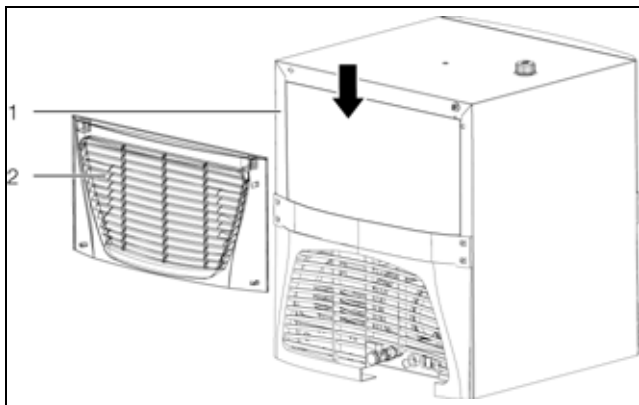

Рис. 49: Установка фильтрующей прокладки (3320.600 и 3334.600)
- Аккуратно снимите верхнюю и нижнюю решетки (рис. 49, поз. 1) с задней стороны корпуса агрегата.
- Вставьте фильтрующую прокладку (рис. 49, поз. 2, арт. № 3286.520) в чиллер сверху.